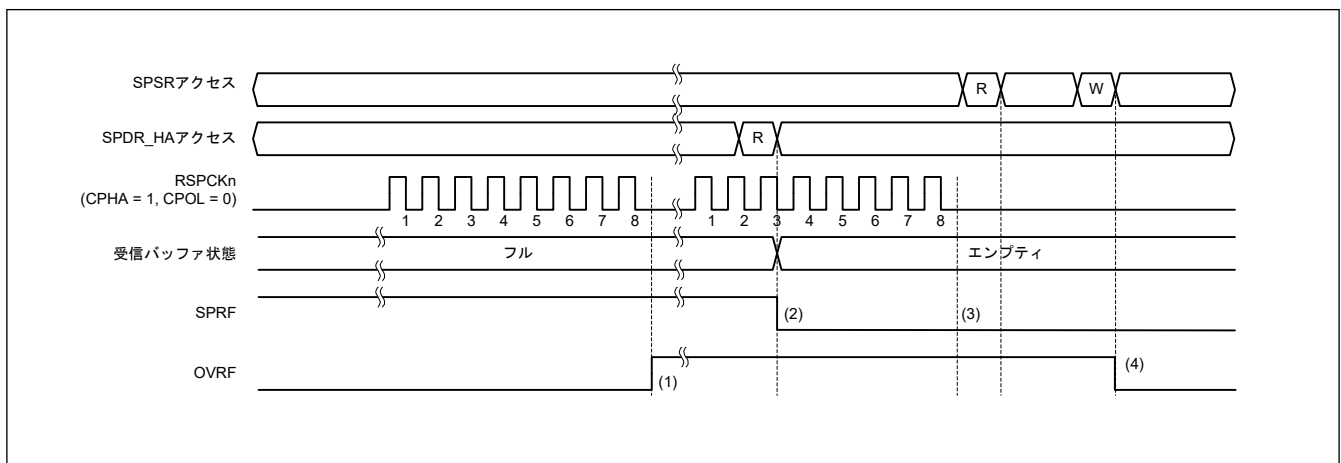

図 27.27 OVRF フラグおよび SPRF フラグの動作例
図 27.27 に OVRF フラグと SPRF フラグの動作例を示します。図 27.27 に示す SPSR アクセスと SPDR\_HA アクセスは、それぞれ SPSR レジスタと SPDR\_HA レジスタへのアクセス条件を示します。W は書き込みサイクル、R は読み出しサイクルを示します。この例では、SPCMD0.CPHA ビットが 1、かつ SPCMD0.CPOL ビットが 0 の設定で、SPI は 8 ビットのシリアル転送を実行しています。RSPCKn 波形の下に記載した数字は RSPCK サイクル数 (= 転送ビット数) を示しています。
以下に、図 27.27 の (1)～(4) に示したタイミングでのフラグの動作内容を説明します。